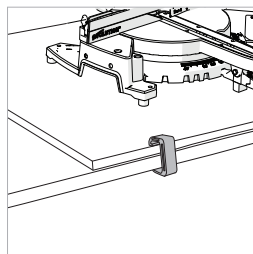

Fig. 2
- Utilice sargentos para fijar el tablero de montaje a la superficie de trabajo. **(Fig. 2)**